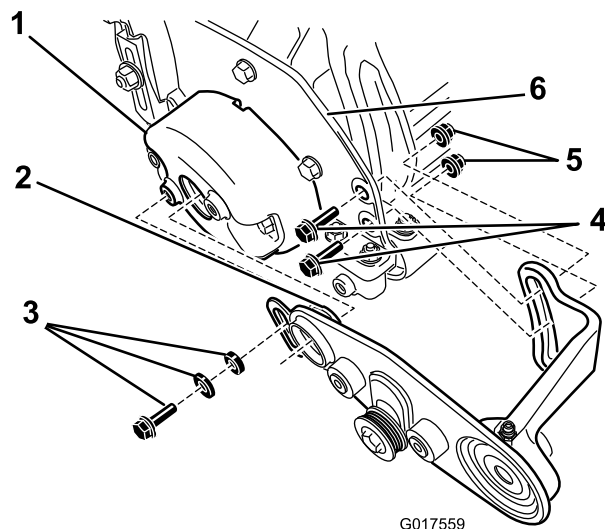

図 3
7. 左ブラシサポートのパイロットにOリングをはめる **図 3**。
- B. 左ブラシサポートのパイロットのOリングにグリスを薄く塗布する **図 3**。
ワッシャ、スレッドロックボルトを使用する 図 3。
- D. 左ブラシサポートの後側をカッティングユニットのサイドプレートの内側に固定する六角ボルト2本とフランジナット2枚を使用する 図 3。